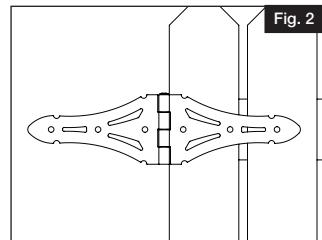

Fig. 2
- a. Align the hinge with the crossing support rail on the back of the gate so the screws will engage the rail (Fig. 2).
- a. Aligner la charnière sur la traverse diagonale à l'arrière de la barrière de manière à ce que les vis pénètrent dans la traverse (Fig. 2).